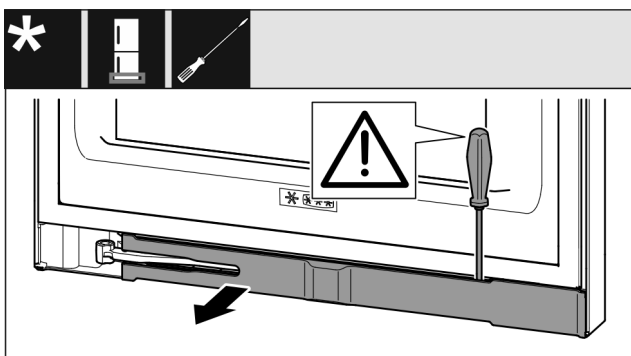

Fig. 13
- ▶ Atbrīvojiet aizsegu ar plakano skrūvgriezi un pagrieziet uz sāniem Fig. 13 ().